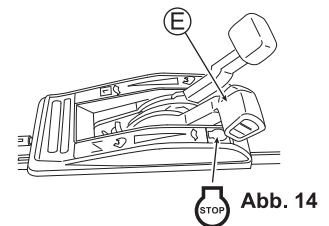

Abb. 14
2. Stellen Sie den Gashebel (E) auf "STOP". (Siehe Abb. 14)